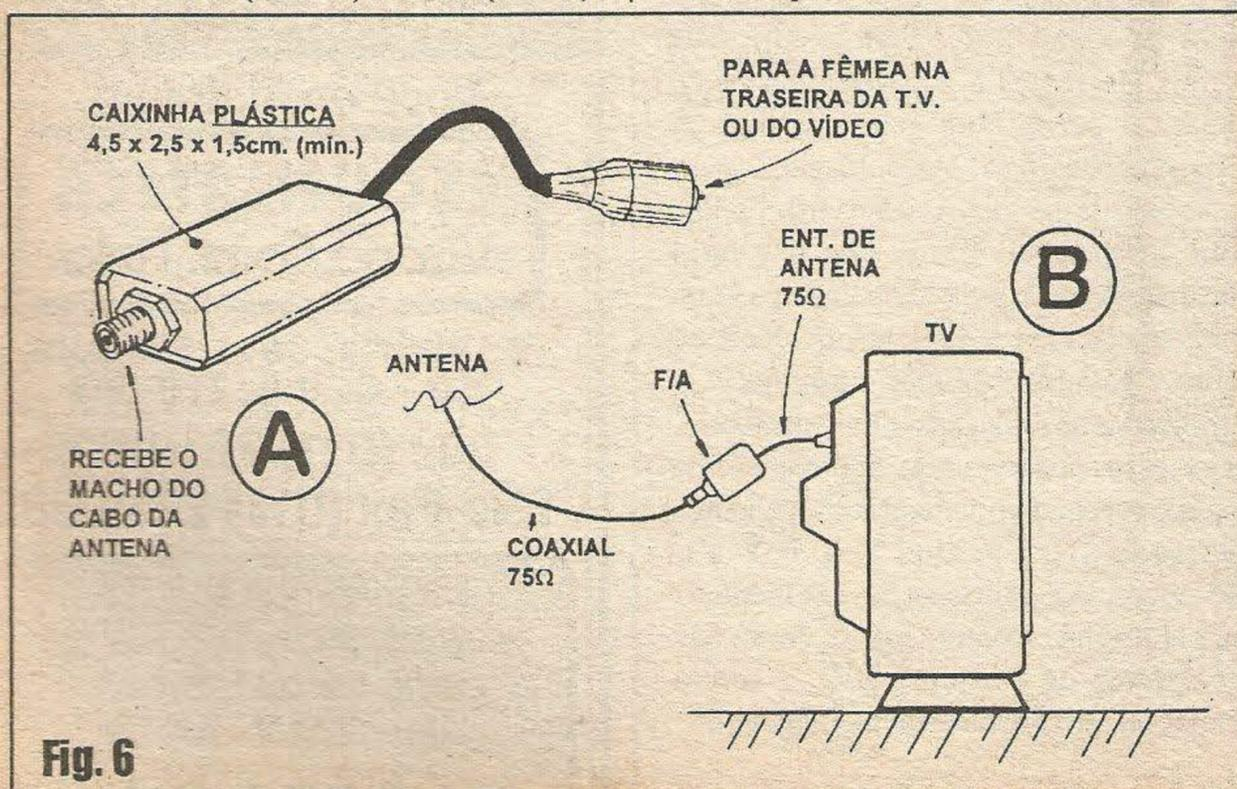

Fig. 6
- FIG. 6 - AGASALHANDO O FIA, E USANDO O DISPOSITIVO... - No item A da figura temos uma sugestão óbvia para acondicionamento/acabamento da montagem, simplesmente embutindo-se a plaquetinha num pequeno *container* plástico (atenção: **não** usar caixinha de metal...), no qual, numa das laterais menores fica o *jaque* coaxial, e na face oposta situa-se a saída do pedaço de cabo coaxial, terminado no *plugue* "F"... Convém que, depois de tudo acomodado e conferido, o interior da caixinha seja preenchido com adesivo forte de *epoxy*, de modo a lacrar e proteger o circuito... No segundo bloco do diagrama (B) temos a (também óbvia...) maneira de instalar o FIA, simplesmente intercalando-o no cabo
Em alguns raros casos (interferências *muito* severas, e atingindo tanto o cabo de *descida* quanto a própria antena...), ruídos muito persistentes poderão ser combatidos com a inserção de *mais um FIA*, este colocado *lá em cima*, exatamente onde o cabo coaxial de *descida* está conectado à antena... Assim, teremos uma dupla filtragem, *em série*, aplicada nos dois *nós* do sistema de antena, para a máxima proteção possível... Na maioria das circunstâncias, contudo, uma proteção simples, como a proposta na FIG. 6-B será suficiente...